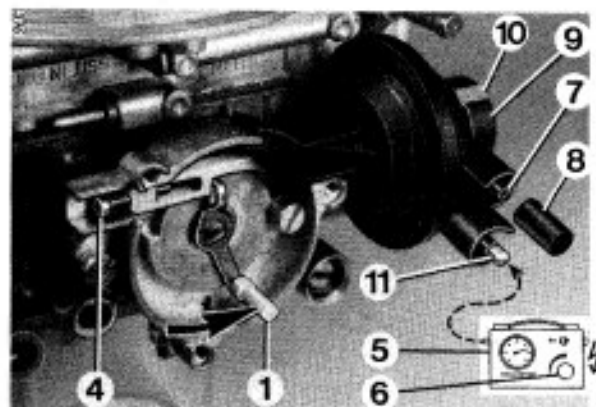

Bild 36
6.2 Pulldown-Einrichtung auf Dichtheit prüfen (Bild 36)
Vakuumtester (5) gemäß Bild 36 angeschlossen, Regelventil (6) geschlossen.
- Starterklappe durch Drücken des Hebels (1) geschlossen halten und Druckdifferenz von ca. 750 mbar herstellen (Pulldown überdrücken).
- Hebel (1) loslassen und Anschluß (7) mit Kappe (8) verschließen.